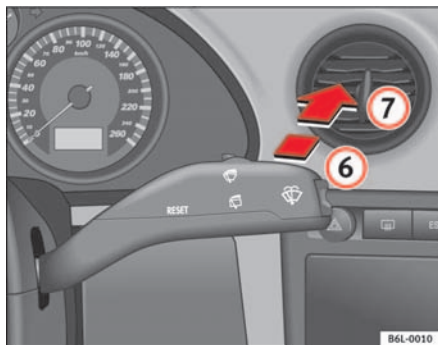

Abb. 67 Scheibenwischer- und Scheibenwascherhebel: Scheibenwischer für die Heckscheibe
- Drücken Sie den Hebel nach vorne in Raste **6** ⇒ Abb. 67. Der Wischer arbeitet etwa alle 6 Sekunden.
- Drücken Sie den Hebel ganz nach vorne in die Position **7** ⇒ Abb. 67. Die Waschanlage und der Scheibenwischer arbeiten gleichzeitig. Solange Sie den Hebel in dieser Position halten, arbeitet der Heckwischer und die Waschanlage.